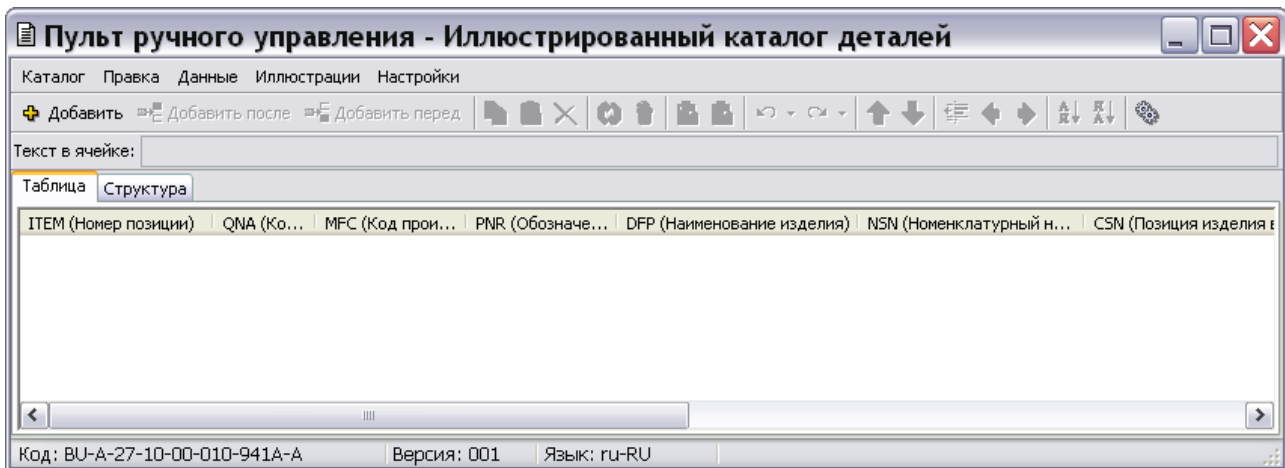

Рис. 6.2
5. Выделите версию и нажмите на кнопку  **Редактировать**. При этом откроется окно редактора электронных каталогов (Рис. 6.2).